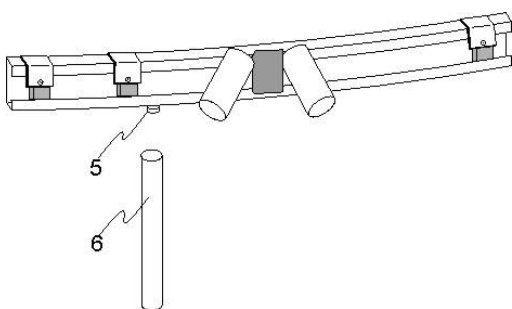
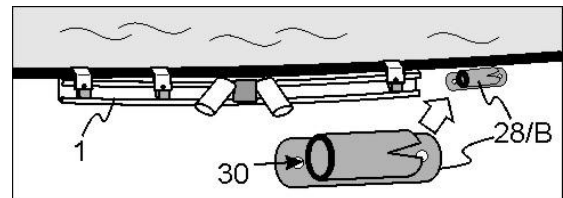

Abb. 3.5
Abb. 3.4
- Das „C“ Profil (1) an die mit >L< markierte Stelle anlegen
- Klemmen (7) laut Skizze montieren. **Aufpassen auf die Abstände.** An die Folienunterlage (8) die Kunststoffunterlage (9) so einsetzen, dass sich der Nut wie abgebildet unter dem Handlauf und neben der Stahlwand befindet. Die Klemme mit einer Schraube M6x30 in das Alu-Profil fixieren.
Bei Cabrio Dome ab der Größe von Ø 4.0 m ist eine Stütze (6) **notwendig** (Abb. 3.5).
- Länge der Stütze (6) auf Beckenhöhe durch kürzen anpassen und die Stütze (6) an den Kunststoffanker (5) einstecken. Der Boden unter der Stütze (6) muss fest sein.
Am Ende des „C“ Profils (1), wie abgebildet, einen Spanner (28/B) auf den Stahlmantel kleben. Dieser Spanner (28/B) ist notwendig für Auf- und Abbau des Domes. (Abb. 3.4).
(ähnlich Abb. 3.4)